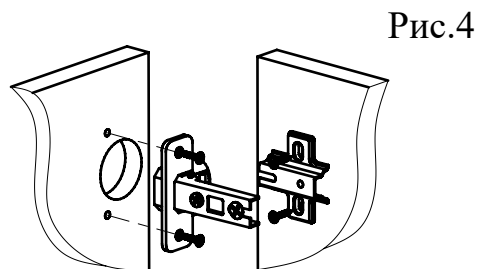

Рис.4
3. С помощью шурупов 3,5x16 установить петли на деталь 7 и ответные планки петель на деталь 2 (или деталь 3) корпуса изделия АС-24 (Рис. 4).